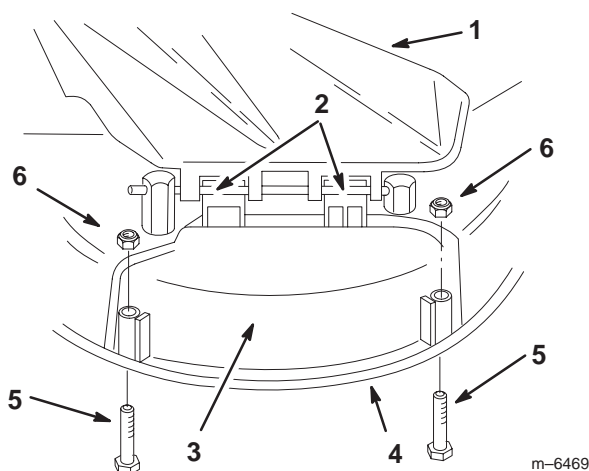

Figure 18
2. Soulevez le déflecteur d'herbe et glissez les pattes d'accrochage de l'obturateur d'éjection sous l'axe de pivotement du déflecteur d'herbe. Abaissez l'obturateur d'éjection jusqu'à le bord inférieur du carter de tondeuse pour fermer l'ouverture (Fig. 18).
3. Fixez l'obturateur d'éjection au bord inférieur du carter de tondeuse à l'aide des boulons et des écrous (Fig. 18).
2. Retirez les trois écrous et boulons de fixation du volet d'éjection au carter de tondeuse (Fig. 18) et mettez-les de côté.